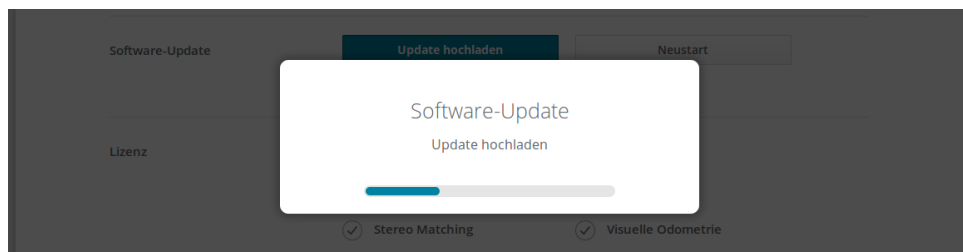

Abb. 9.3.2: Fortschrittsbalken für das Software-Update
**Bemerkung:** Je nach Netzwerkarchitektur und Konfiguration kann das Hochladen mehrere Minuten in Anspruch nehmen. Während das Update über die Web GUI läuft, zeigt ein Statusbalken (siehe Abb. 9.3.2) an, wie weit das Update bereits vorangeschritten ist.
**Bemerkung:** Je nach Webbrowser kann es vorkommen, dass der in Abb. 9.3.2 gezeigte Statusbalken den Abschluss des Updates zu früh angibt. Es empfiehlt sich, zu warten, bis sich das in Abb. 9.3.3 gezeigte Kontextfenster öffnet. Insgesamt ist mit einer Update-Dauer von mindestens fünf Minuten zu rechnen.